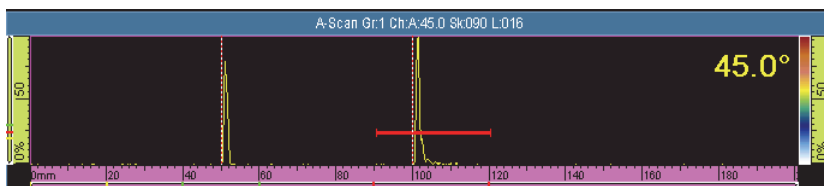

Figura 5-4 Configurazione del gate sul secondo segnale
- a) Nei parametri **Inizio** e **Larghezza** inserire i valori per configurare il gate A nel secondo segnale, seguendo lo stesso procedimento utilizzato per configurare il primo segnale (vedere Figura 5-4 a pagina 137).